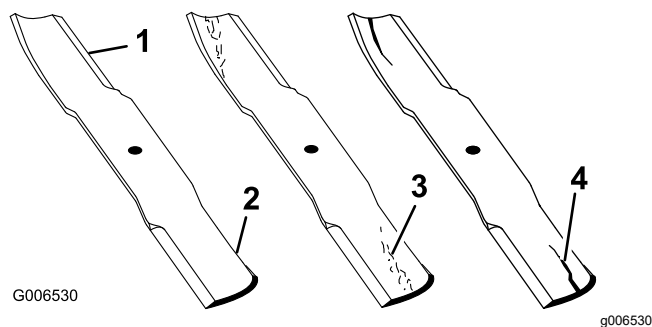

Figura 29
2. Verificate accuratamente i taglienti, con particolare attenzione ai punti d'incontro delle sezioni piatta e curva della lama (Figura 29). Sabbia e materiali abrasivi possono consumare il metallo che connette le sezioni piatta e curva della lama, per cui si consiglia di controllare la lama prima di usare la macchina. Se notate dell'usura (Figura 29), sostituite la lama; fate riferimento a Rimozione e montaggio della lama \(o delle lame\) (pagina 19).
Se continuate ad usare la lama usurata, si forma una scanalatura tra la costa e la sezione piatta della lama (**Figura 29**). Alla fine, un pezzo di lama può staccarsi e venire lanciato dal sottoscocca, con il rischio di ferire gravemente voi o gli astanti.